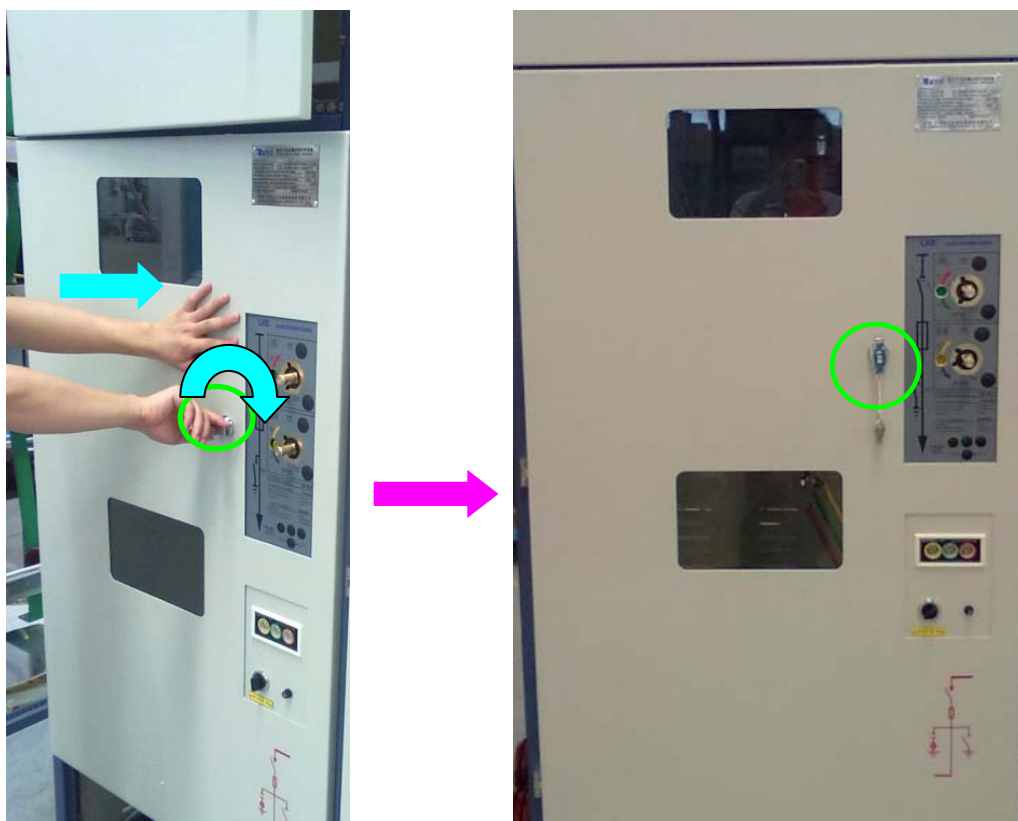

图 11 关前中门过程（蓝色箭头为前中柜门时工作人员应出力的方向）
- 关前中门：一只手把门往前推紧，另一只手握紧门把向顺时针方向扭。(如图 11)